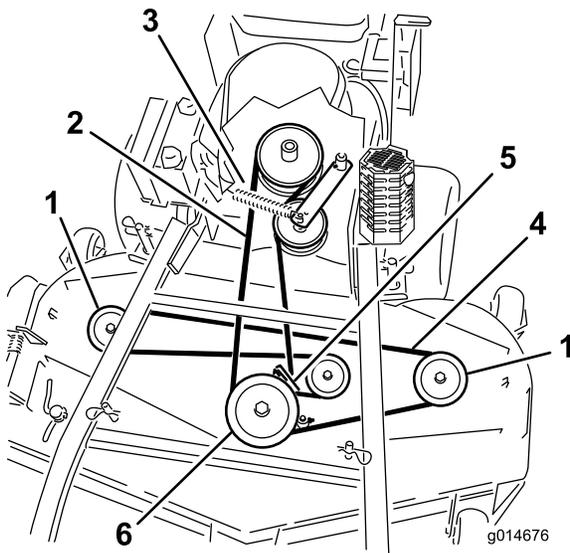
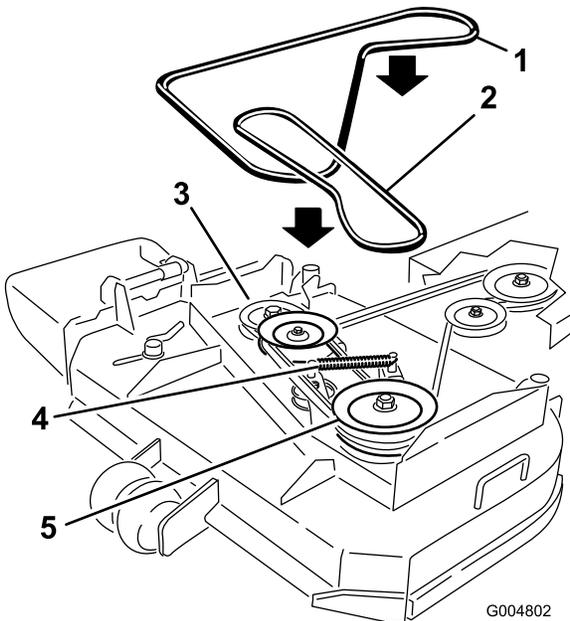

Figure 50
Figure 51
6. Décrochez le ressort du bras de tension pour réduire la tension sur le bras et la poulie de tension, puis enlevez la courroie usagée (Figure 50 ou Figure 51).
7. Placez une courroie neuve autour des 2 poulies d'axe extérieures, de la poulie de tension et dans la gorge inférieure de la poulie d'axe double (Figure 50 ou Figure 51).
8. Raccrochez le ressort du bras de tension (Figure 50 ou Figure 51).
10. Réglez l'écartement entre le guide et la courroie à 3 mm (1/8 po) (Figure 50 ou Figure 51).